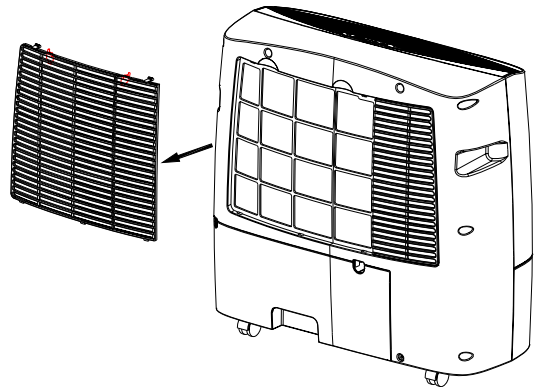

Abb. 4
- Den Luftfilter von der Geräterückseite herausnehmen (Abb. 4).